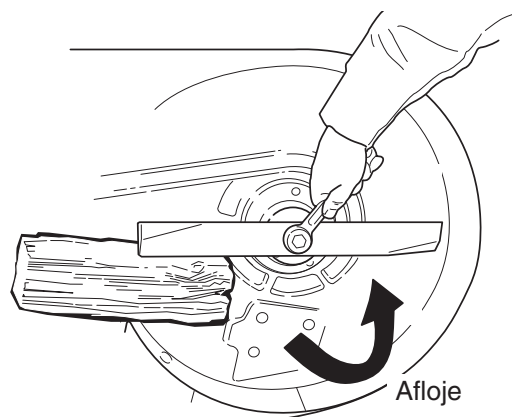

Figura 22. Remoción del Aspa
2. Quite el aspa para inspeccionarla o para ganar acceso seguro al lado inferior de la cubierta de la podadora (vea la Figura 22). Use un bloque de madera para evitar que gire el aspa mientras afloja el tornillo de cabeza hexagonal girándolo a la izquierda.